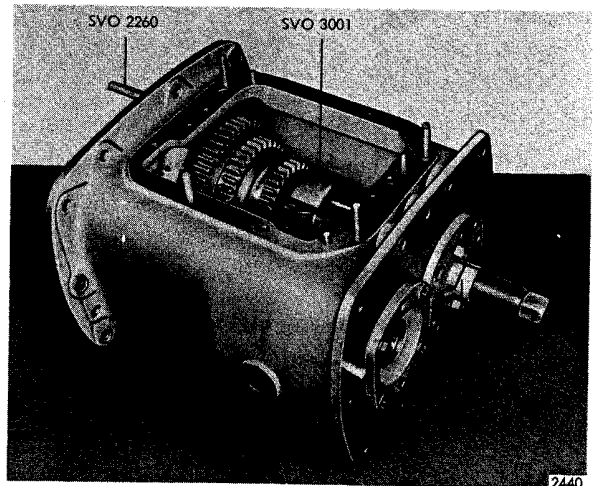

Fig. 85.
12. Anbringa avdragare SVO 2242 A tillsammans med SVO 3001 enligt fig. 85 och dra av kopplingshylsans nav och drevet för fjärde växeln från utgående axeln.